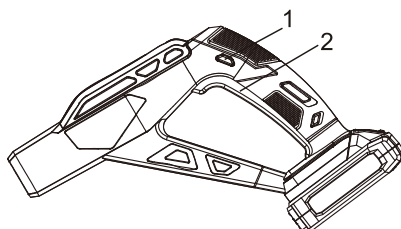

Fig. 13
1. Appuyez sur le bouton de verrouillage (1) (Fig. 13).
2. Tout en appuyant sur le bouton de verrouillage, enfoncez la gâchette (2).